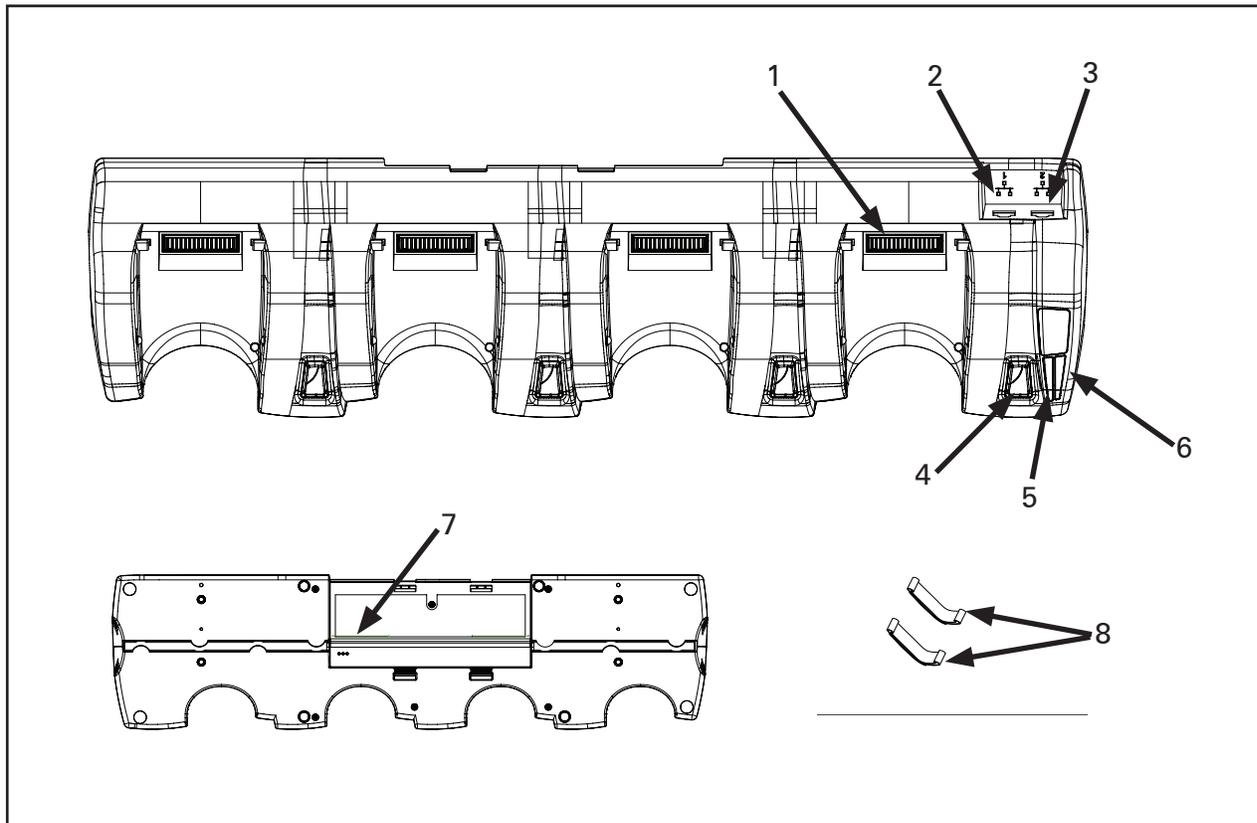

Figura 2: QLnEC4
2. Enchufe el adaptador eléctrico en el conector de CC en la parte inferior de la base (figura 2 N.º 7).
4. Enchufe el cable Ethernet en el conector 1 de Ethernet (figura 2 N.º 2) de la parte trasera de la base. Asegúrese de que la disposición del cable del adaptador eléctrico de CA no exponga dicho cable a daños. Para evitar el contacto no intencional entre el alambre y bordes filosos, instale bujes pasacables y abrazaderas donde el cable pase a través de aberturas.
5. Puede conectar hasta cuatro (4) bases en serie utilizando el conector 2 de Ethernet (figura 2 N.º 3).